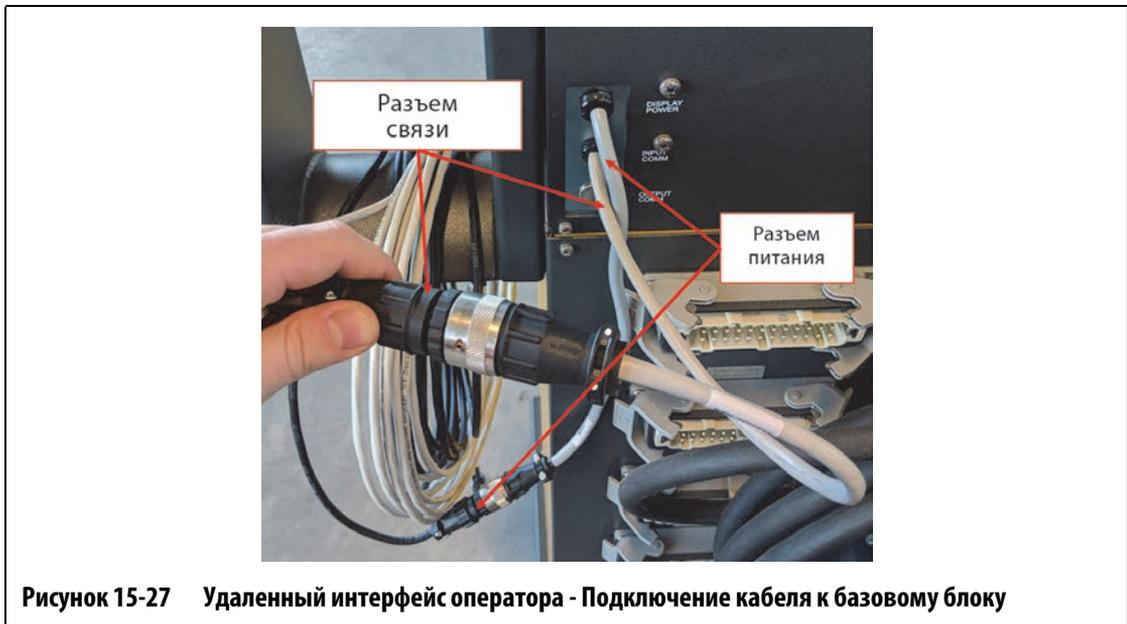

Рисунок 15-27 Удаленный интерфейс оператора - Подключение кабеля к базовому блоку
5. Подключите гнездовой конец кабеля связи длиной 7,6 м (25 футов) к штекерному разъему связи на задней панели базового блока контроллера. См. Рисунок 15-27.
6. Подключите штекер кабеля питания длиной 7,6 м (25 футов) к гнезду питания на задней панели базового блока контроллера. См. Рисунок 15-27.